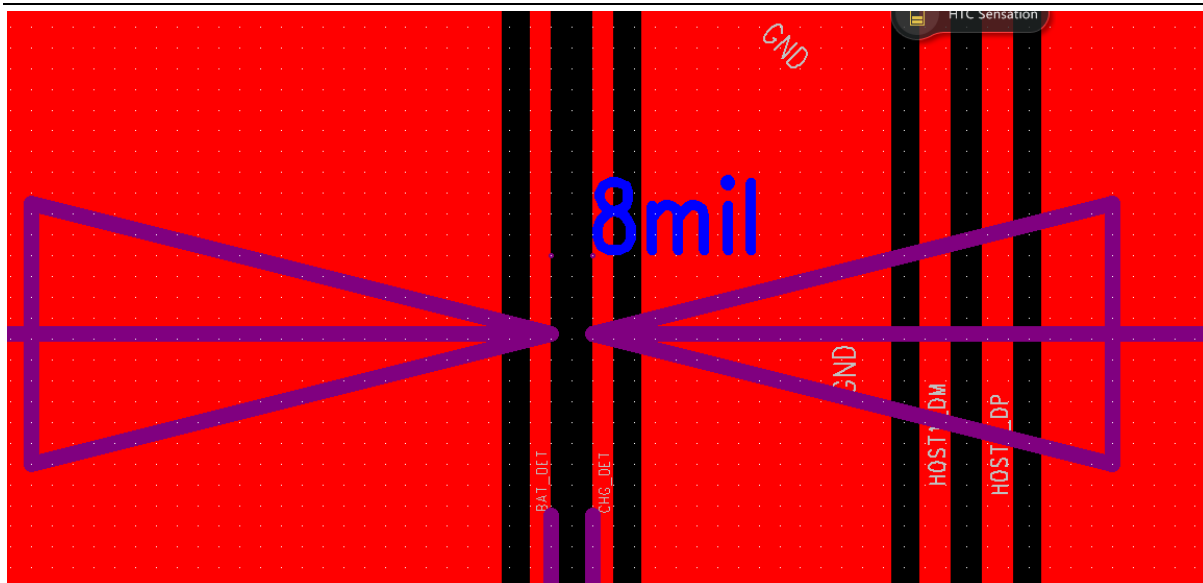

图3-1
- 为了抑制电磁辐射，走线间尽量遵循3W原则，即线与线之间保持3倍线宽的距离，如图3-1，线宽/线距分别为4/8mil；